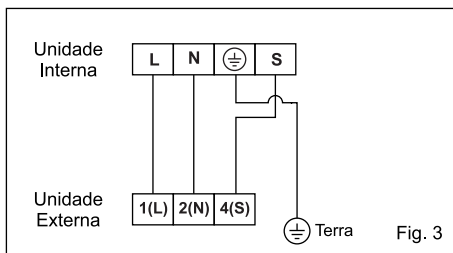

Fig. 3
- Ligue os cabos nos terminais L, N, ⊕ e S (fig. 3).
- Ligue os cabos nos terminais 1(L), 2(N) e 4(S) (fig. 3).